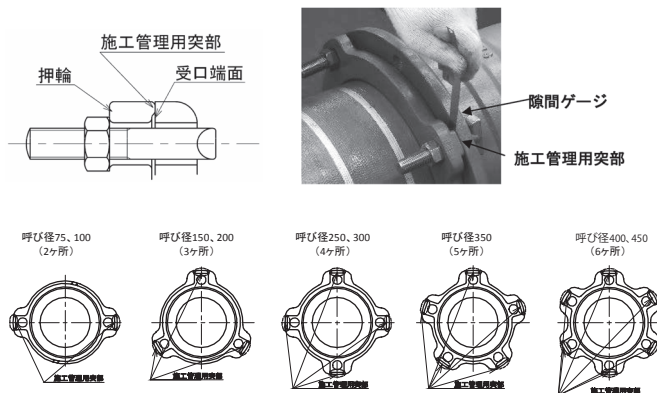

図37 締め付け完了の状態
(2) 締め付け完了後、図37に示すように押輪の施工管理用突部と受口端面に隙間がないことを隙間ゲージ（厚さ0.5mm）で確認する。